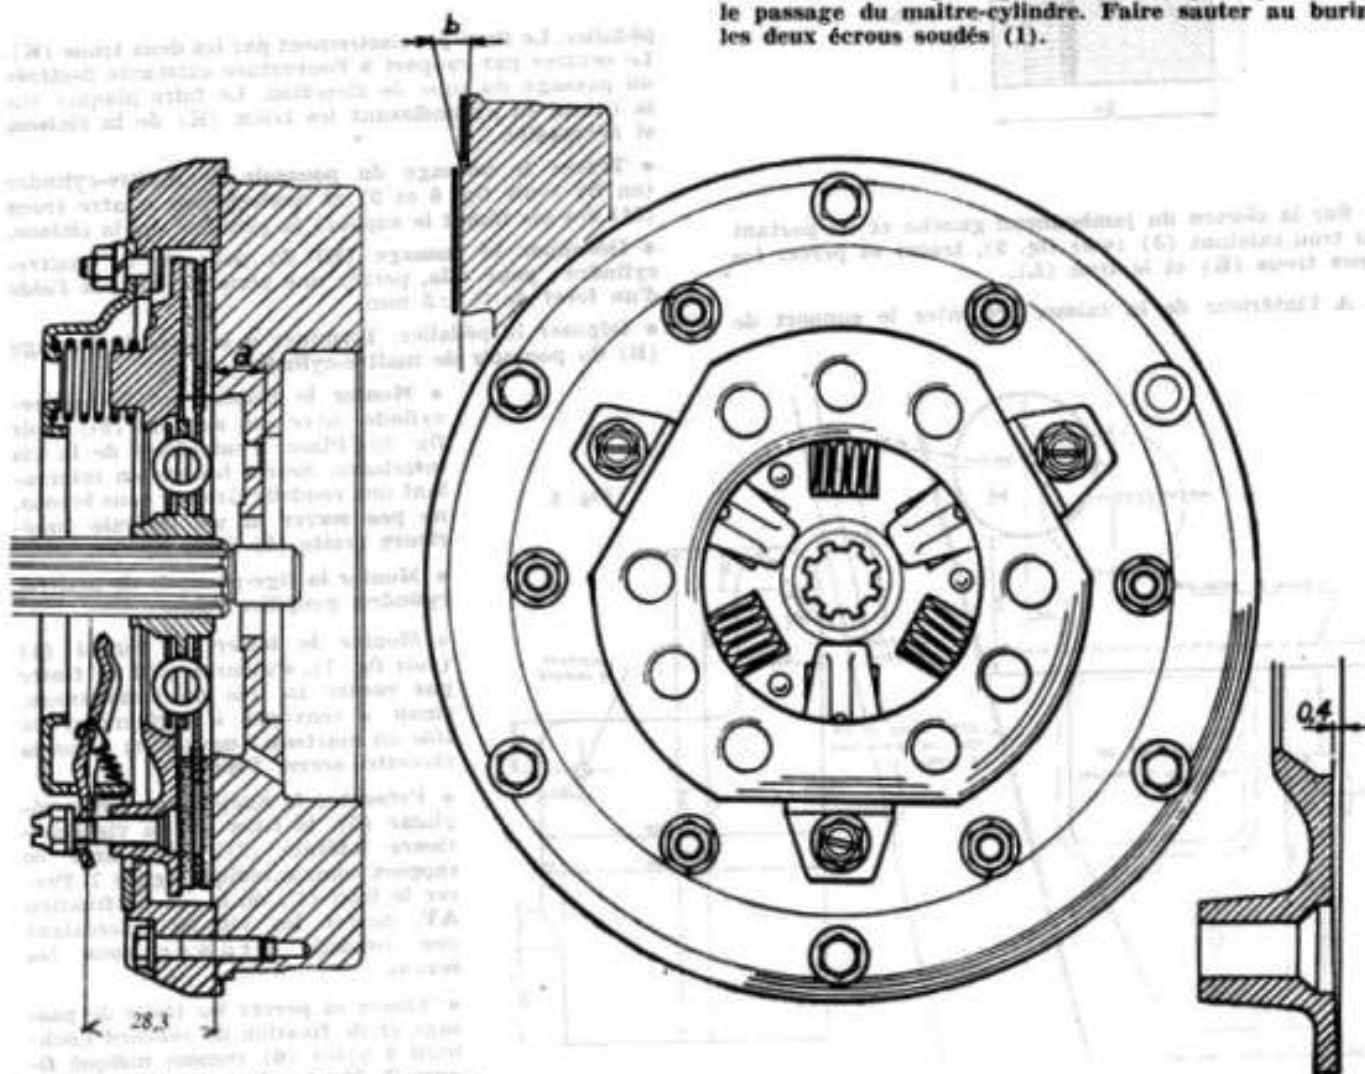

Fig. 3. — Vues de l'embrayage.
- Sur les embrayages à six ressorts, pour assurer la progressivité de l'embrayage, la face d'appui du plateau sur le disque n'est pas plane, mais concave (voir fig. 3). Conserver ce cône à chaque rectification du plateau.
IMPORTANT. — Sur les volants non alourdis, la cote b (fig. 3) entre la face d'appui du disque et la face d'appui du carter d'embrayage sur le volant n'est que de 0,5 mm. Pour supprimer tout risque de patinage, il est bon de placer sous chaque ressort une rondelle de 1 mm d'épaisseur. Cette remarque ne s'applique pas au modèle à volant alourdi dont la cote b est de 1,5 mm.
• A chaque rectification de la face d'appui du disque sur le volant, retoucher de la même quantité la zone d'appui du couvercle d'embrayage sur ce même volant (voir fig. 3).